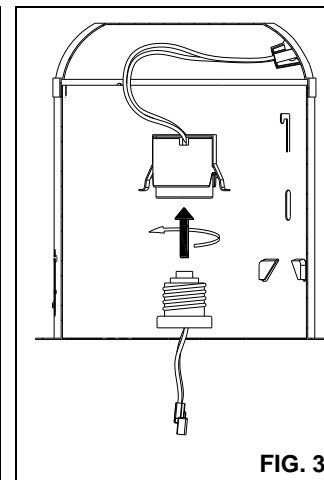

FIG. 3
2. Vissez le SUPPORT ADAPTATEUR dans la DOUILLE. **(FIG. 3)**